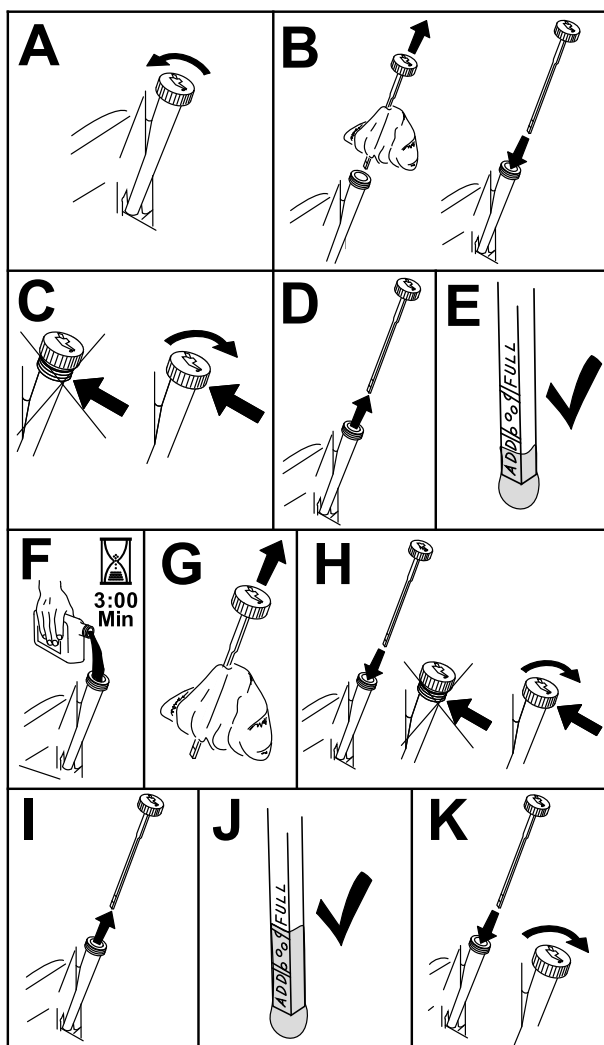

Figure 46
3. Pour éviter de faire tomber de l'herbe, de la poussière, etc. dans le moteur, nettoyez la surface autour du bouchon de remplissage et de la jauge de niveau avant de l'enlever (Figure 46).